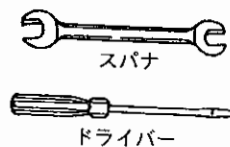

図5
- ⑤ そして図5の様に取り付いたスタンドの⑧の孔に6mm～6.5mmのドリルで車体のフレームに孔をあけて下さい。